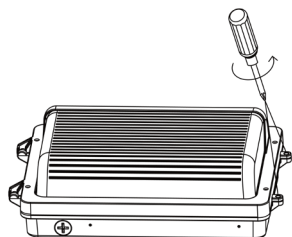

Fig. 3.1
1. Retirer les deux vis situées sur le côté du luminaire à l'aide d'un tournevis (Fig. 3.1).